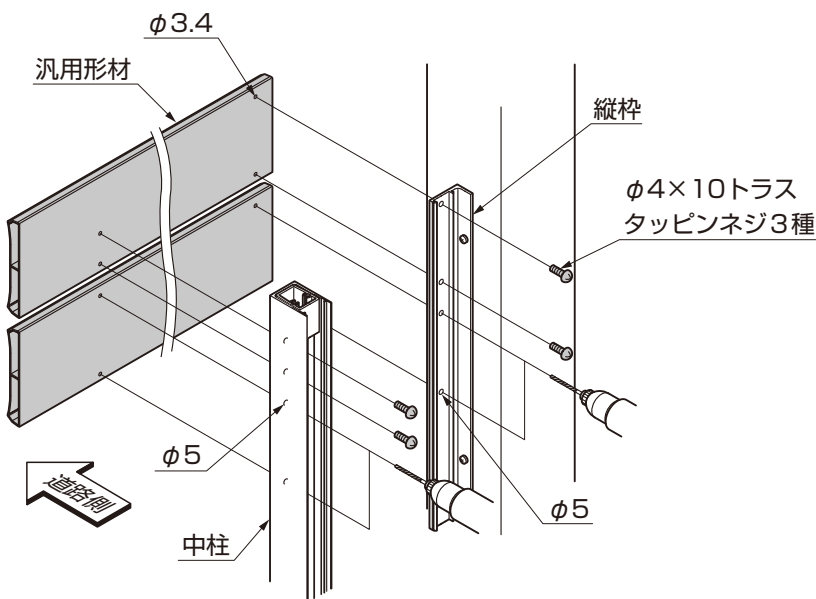

図5-6
- ① φ5の穴を取付けピッチに合わせて、縦枠、中柱[W10を超える場合]にあけてください。(図5-6参照)
- ② 汎用形材を必要寸法に切断して、下穴φ3.4を取付けピッチにあけてください。
- ③ 汎用形材を「φ4×10トラスタッピンネジ3種」で縦枠、中柱[W10を超える場合]に取付けてください。